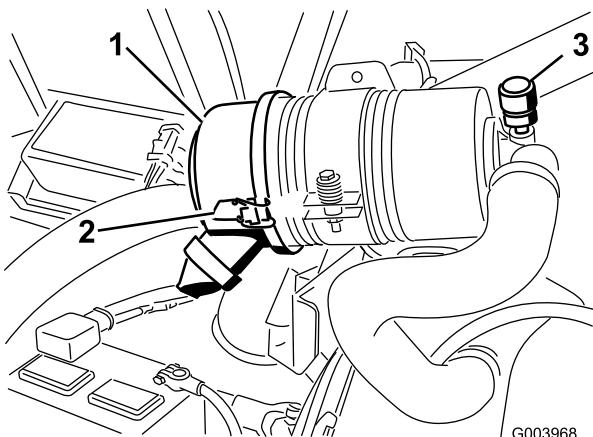

Рисунок 61
Обслуживание фильтра воздухоочистителя следует производить только после покраснения индикатора необходимости обслуживания (Рисунок 61). Замена воздушного фильтра без необходимости ведет лишь к повышению вероятности попадания грязи в двигатель при извлечении фильтра.
- Отпустите защелки, фиксирующие крышку воздухоочистителя на его корпусе (Рисунок 61).